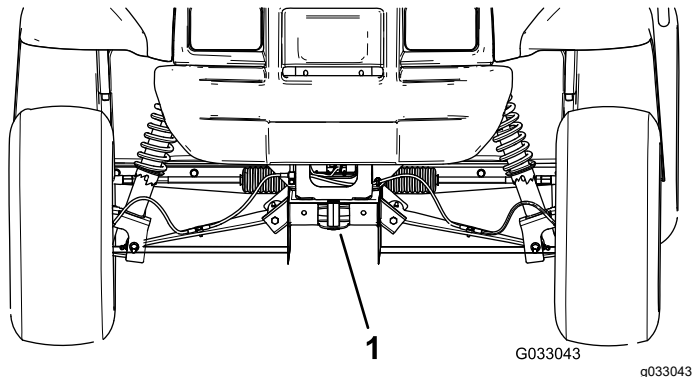

Рисунок 24
- Точка подъема в передней части автомобиля находится в передней части рамы позади сцепного устройства (Рисунок 24).